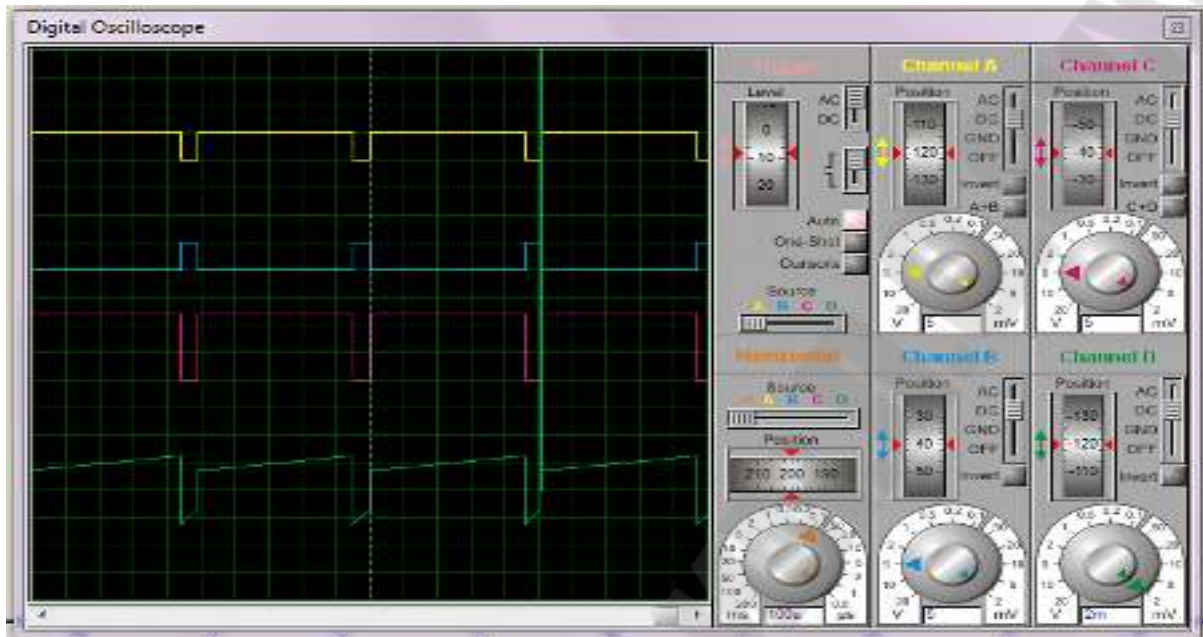
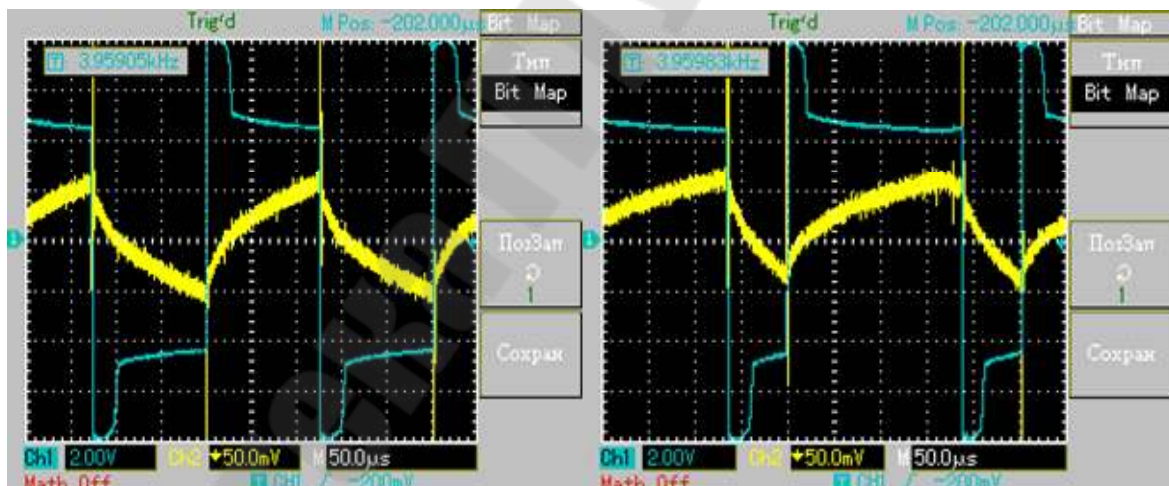

Рис. 5.3. Осциллограммы работы электропривода в Proteus
Рис. 5.4. Осциллограммы работы электропривода:
На рис. 5.3 показаны осциллограммы работы схемы, полученные при симуляции в программе Proteus. На рис. 5.4 показаны осциллограммы, полученные при экспериментальном исследовании.
6. Прокомментируйте осциллограммы работы схемы, приведенные на рис. 5.3 и 5.4.